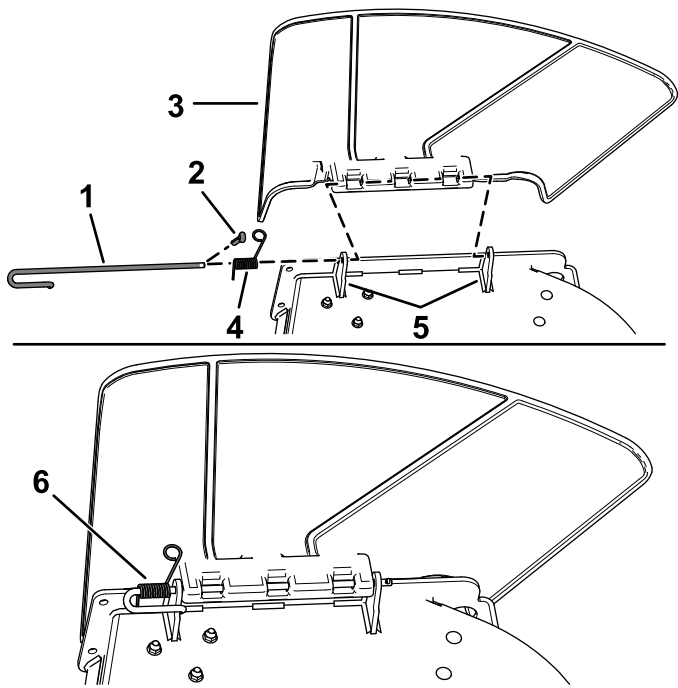

Figura 11
1. Instale o contrapino (Figura 11).
2. Desengate a mola da ranhura no suporte do defletor e deslize a barra para fora dos suportes soldados da plataforma, mola e defletor de descarga (Figura 11).